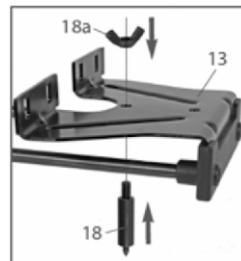

рис.8
Для осуществления фрезерования заготовки по заданному радиусу (кольцо, дуга), необходимо установить остриё циркуля (рис.8 поз.18).
- закрепить на опорной плите параллельный упор, как показано на рис.8;
- барашковой гайкой (рис.8 поз.18а) зафиксировать остриё циркуля (рис.8 поз.18) на параллельном упоре;